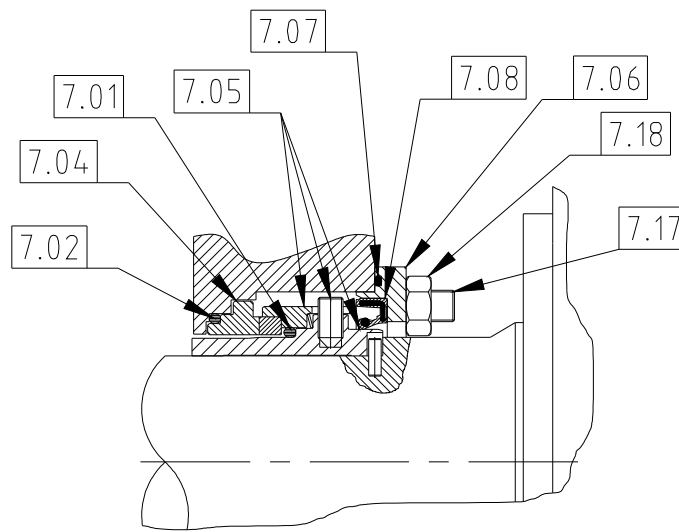

Fig 55 Enkel spolad mekanisk tätning - CP50
5.3.3 CP50 Demontering av enkel, lågtrycksspolad mekanisk tätning Se Fig 55.
5.3.4 CP50 Montering av enkel, lågtrycksspolad mekanisk tätning Se Fig 55